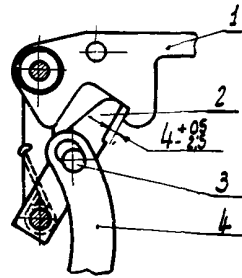

Рис.34. Установка зазора между рабочими кромками заделок и собачек:
28.2. Зазор между рабочими кромками защелок 31 и 28 и собачек 32 и 30 (см.рис.13) должен быть равным  $4 \begin{matrix} +0,5 \\ -2,5 \end{matrix}$  мм. (рис.34).